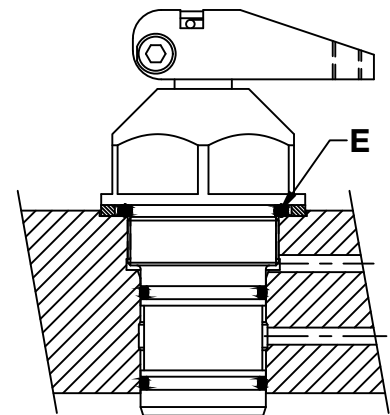

Figure 8
Lubrifier les joints toriques externes du vérin avant de monter ce dernier dans la cavité. Installer le vérin avec précaution, de façon à ce que la bague métallique (E) touche le chambrage, comme illustré à la figure 8. Visser le corps du vérin dans la plaque de montage en utilisant la partie hexagonale du haut, non pas le bras de bridage. Voir les couples de serrage dans le tableau ci-dessous.